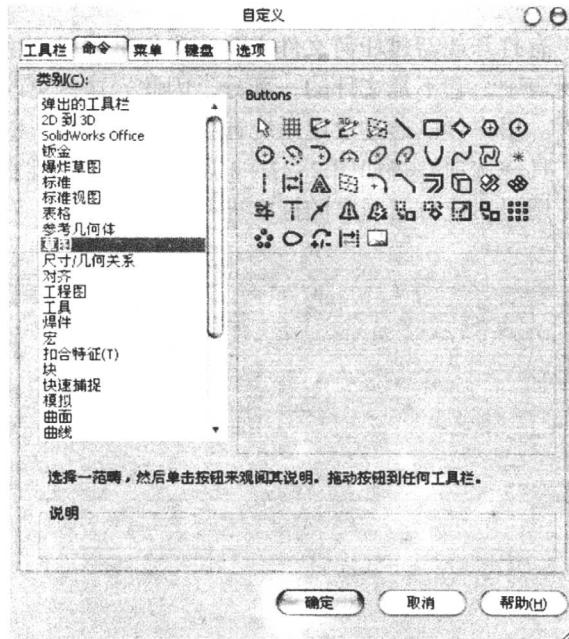

图 2-2-1 工具栏内容的增减
4. 工具栏内容的增减：在菜单栏上单击工具→自定义，选中命令标签，如图 2-2-1 所示：